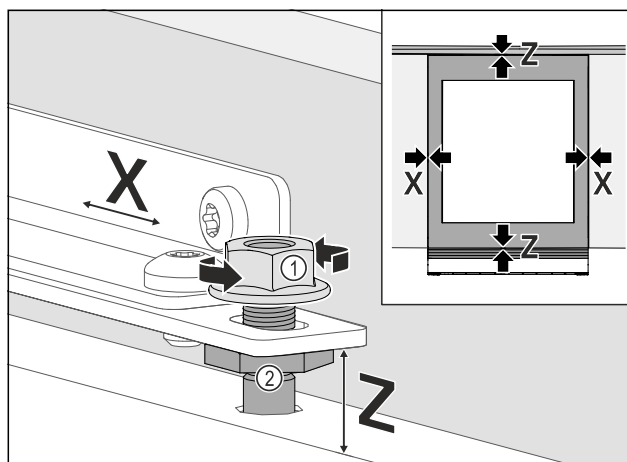

Fig. 76
- Nábytková dvířka vyrovnejte stranově: Uvolněte pojistné matice Fig. 76 (1), nábytková dvířka posuňte ve směru X.
- Pojistné matice Fig. 76 (1) dotáhněte.
- Nábytková dvířka vyrovnejte ve výšce **Z** a ve stranovém sklonu: Ustavovací čepy Fig. 76 (2) nastavte.